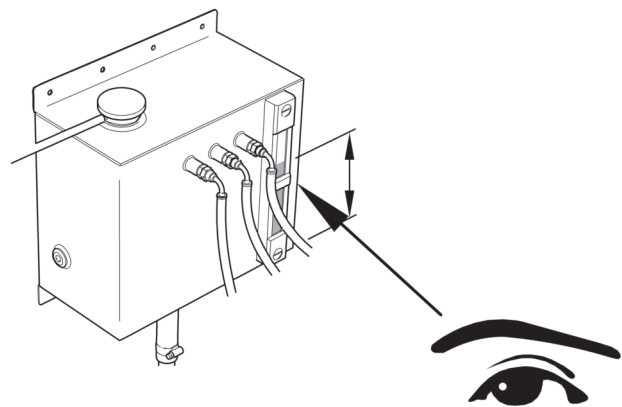

Abbildung 35
- 8 Prüfen Sie den Kühlmittelstand im Schauglas (Abbildung 35).